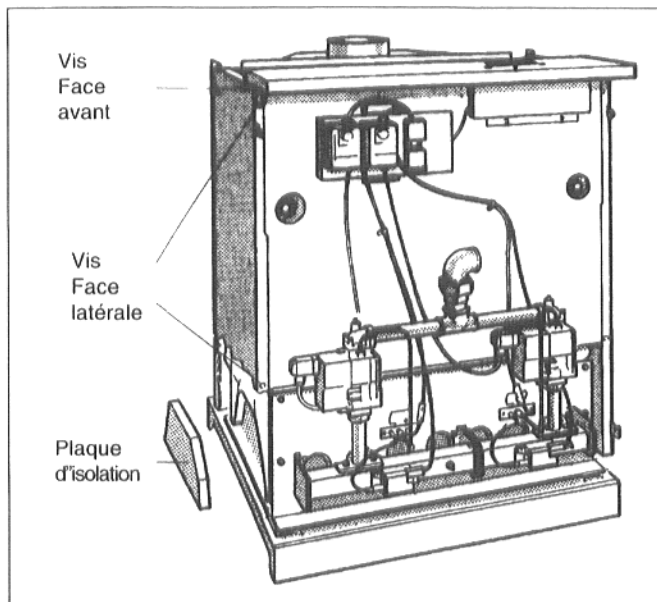

Fig. 12 : Coté de la chaudière
- Insérer latéralement les panneaux isolants entre les pieds en fonte (fig. 12).
- Sur la face avant de la chaudière, fixer une face latérale sur la face intermédiaire à l'aide de deux vis Parker (fig. 12).
- A l'aide de deux vis Parker, fixer les deux languettes latérales du capot avant sur les faces latérales (fig. 12).